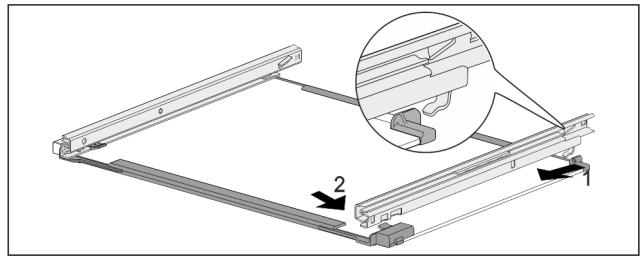

Fig. 175 Placa de sticlă cu șine
- ▶ Agățați șina în partea din spate. Fig. 175 (1)
- ▶ Înclișetați șina în partea din față. Fig. 175 (2)